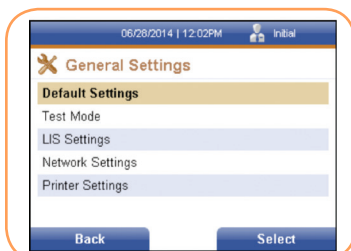

FIGURA 18
2. Pulse la tecla programable izquierda para volver a la pantalla Configuración general (Figura 18).